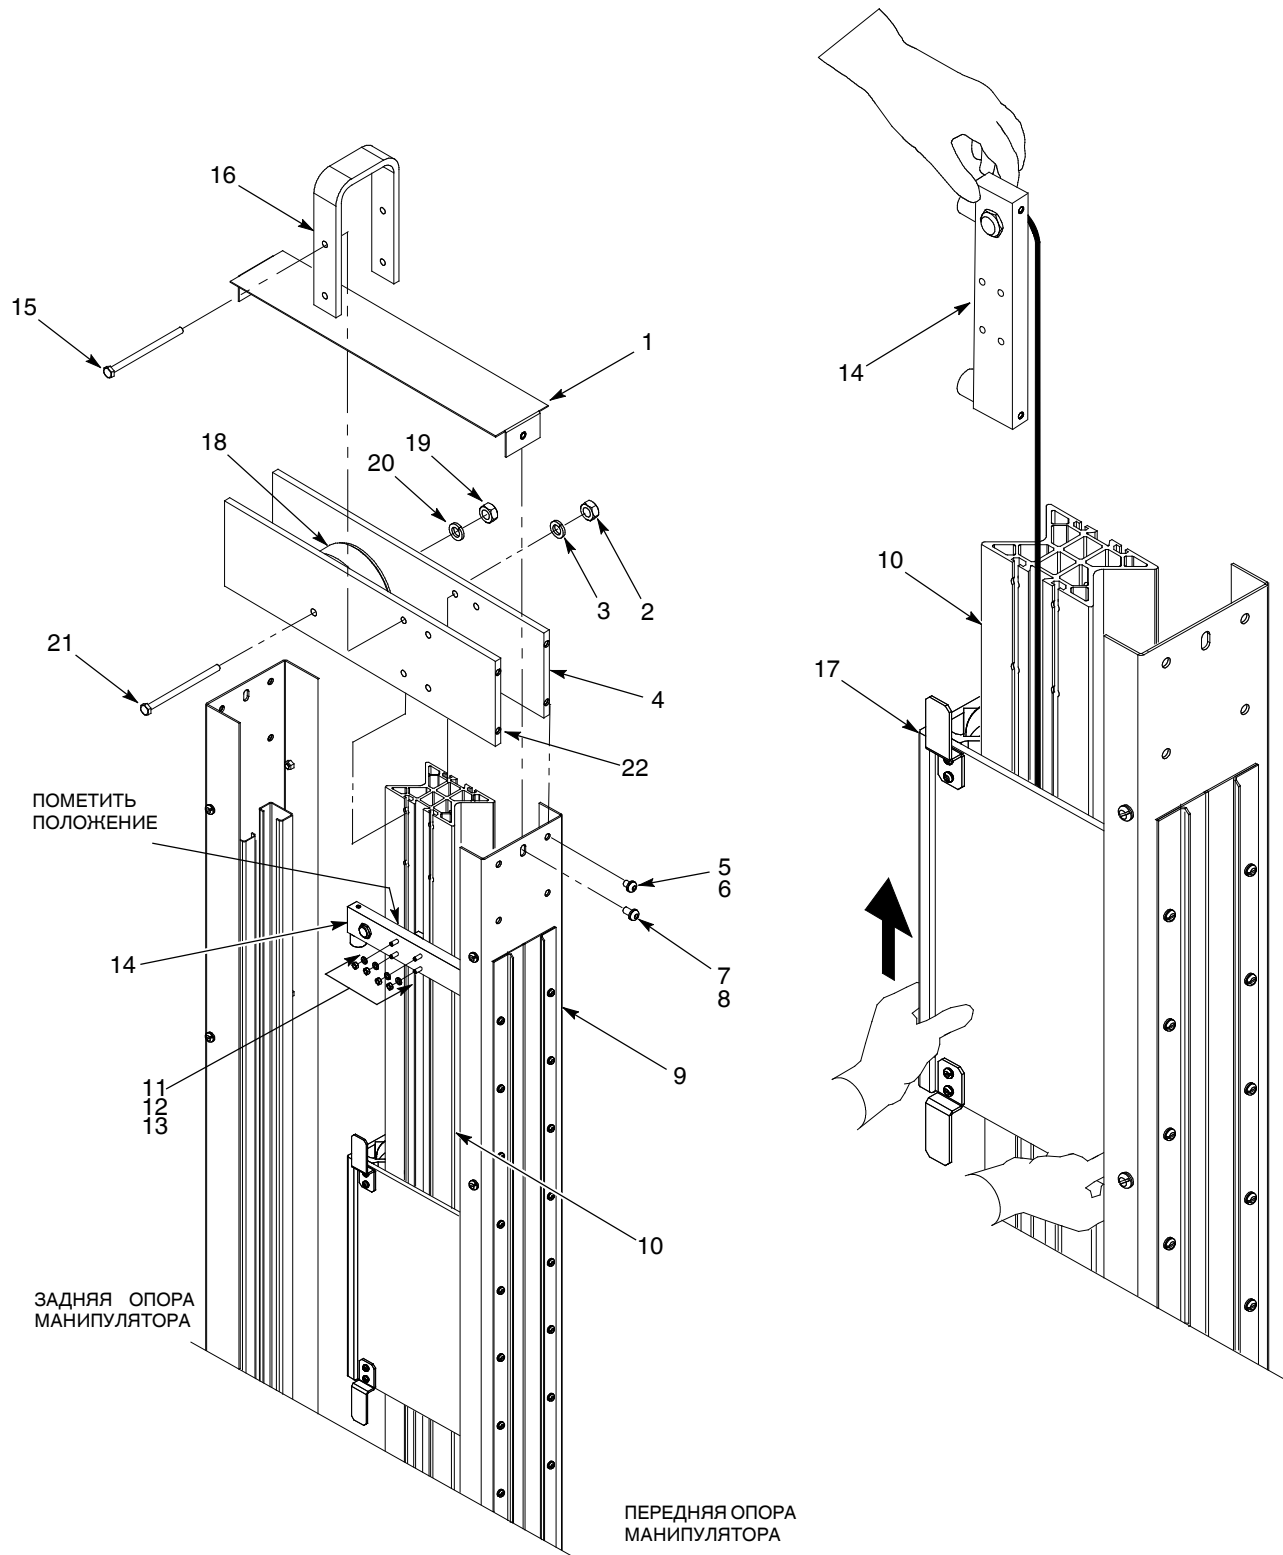

Рис. 15 Снятие узла каретка распылителей
1. См. рис. 15. Снять ремень (18) с верхнего шкива (19).
2. Вывернуть винты (7) и снять стопорные шайбы (8) крепления верхней крышки (1) на манипуляторе (9).
3. Отвернуть гайку (19), снять стопорную шайбу (20) и вынуть болт (21) крепления шкива (18) на боковых пластинах (4, 22). Снять узел шкива с манипулятора (9).
4. Вывернуть винты (5) и снять стопорные шайбы (6) крепления боковых пластин (4, 22) к передней и задней частям манипулятора (9).
5. Вывернуть два болта (15), снять стопорные шайбы (3) и гайки (2) крепления U-образной подъемной скобы (16) на направляющей (10) каретки распылителей. Пока не выворачивать остальные два болта (15) крепления боковых пластин (4, 22).